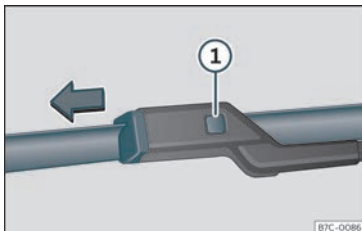

Fig. 37 Canvi de les escombretes de l'eixugaparabrises.
- Premeu la tecla de desbloqueig » **fig. 37** ❶ mentre tibeu lleugerament l'escombreta en el sentit de la fletxa.